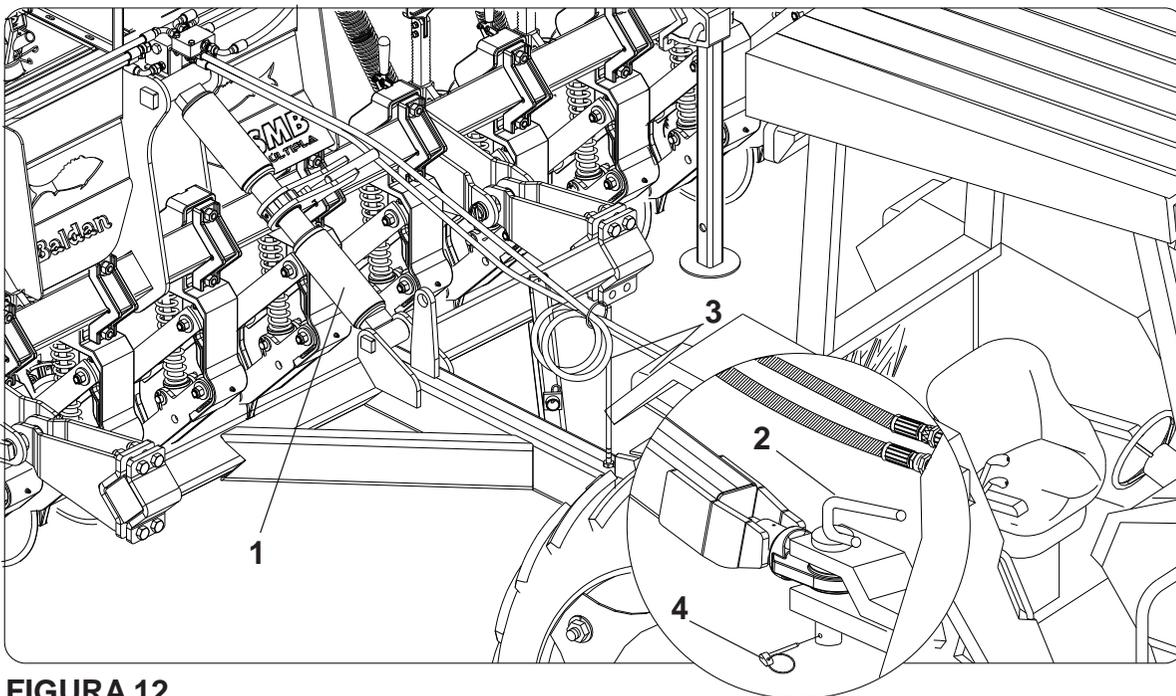

FIGURA 12
- 1 - Nivela o cabeçalho da semeadora em relação ao engate do trator através do regulador (1).
- 2 - Proceda o engate da semeadora ao trator através do pino de engate (2) coloque a trava (4). **Figura 12.**
- 4 - Acople as mangueiras (3) no engate rápido do trator.
- 7 - Com a semeadora abaixada, verifique se está nivelada em relação ao trator, caso contrário nivele-a através do regulador do cabeçalho (1), **FIGURA 12.**